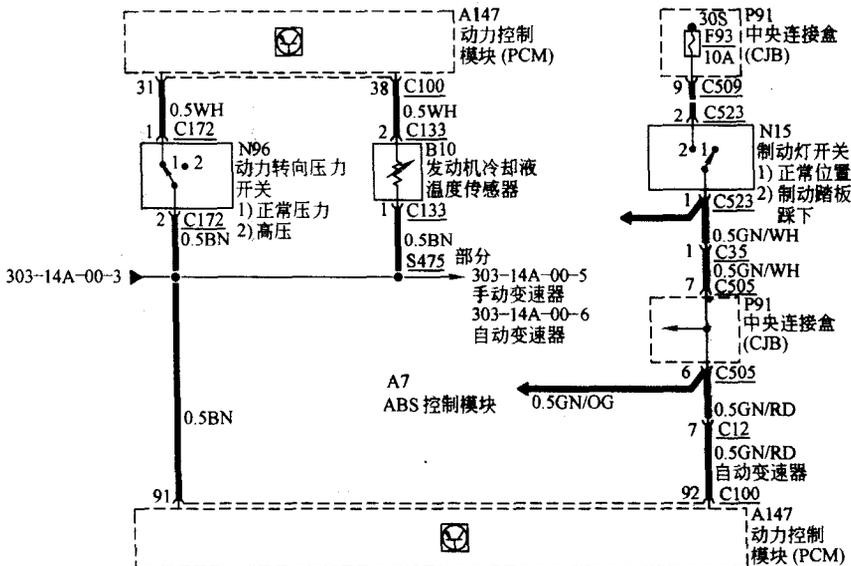

图 1-4 发动机冷却液温度传感器、动力转向压力开关和制动灯开关的控制电路
(4) 发动机冷却液温度传感器、动力转向压力开关和制动灯开关的控制电路如图 1-4 所示。